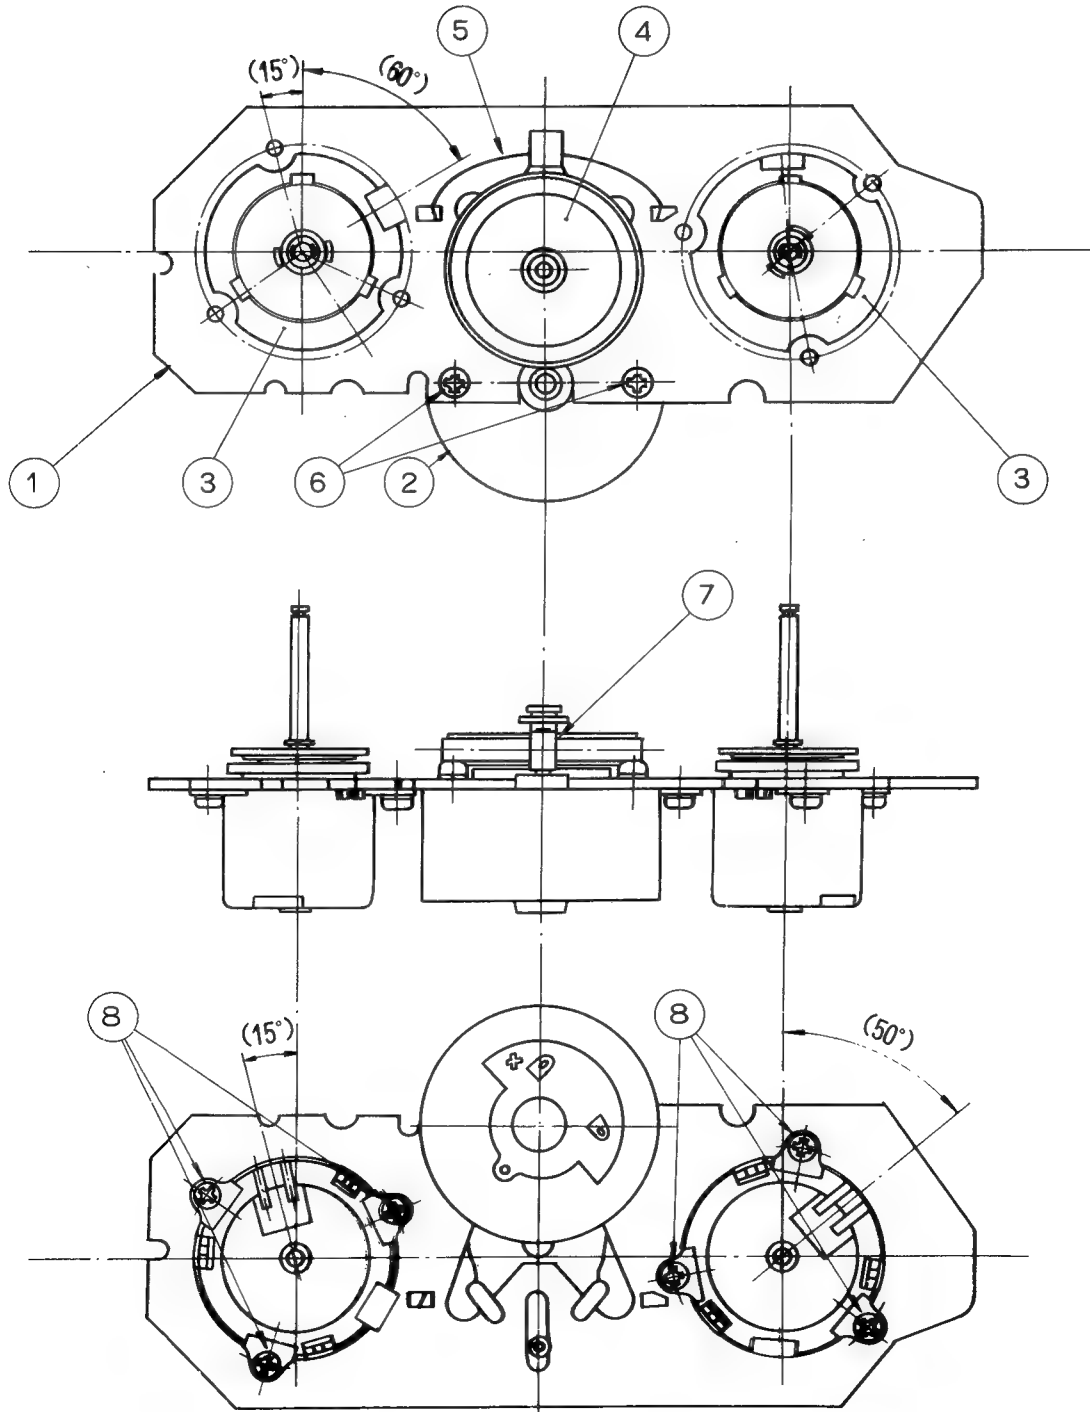

Abb. 7-33
- 1) Sicherstellen, daß die Spulenzwischenrolle (4) fest mit dem Spulenchassis (1) verbunden ist und daß die Spulenzwischenrollen-Einrückfeder (5) ordnungsgemäß in die Spulenzwischenrolle eingehakt ist.
- 2) Den Austauschmotor mit den zwei Schrauben XBPSD30P05J00 befestigen, wobei die Spulenmotor-Anschlußklemmen und der Feder-Einhakwinkel wie aus Abb. 7-33 ersichtlich angeordnet sein sollen. (Die Verwendung längerer Schrauben als der vorgeschriebenen führt zu Beschädigung des Motors.) Vorsichtig verfahren, um eine Beschädigung der Spulenmotor-Rillenscheibe (7) zu vermeiden.
- 2) Die Spulenzwischenrolle wie aus Abb. 7-33 ersichtlich, in die Mitte des Spulenchassis bewegen, daraufhin zieht man sie leicht in Richtung Spulenmotor, um sie zu entfernen.
- 1) Die Austauschbremse in der in Abb. 7-33 dargestellten Stellung einbauen und mit 3 Schrauben (XBPSD30P04J00) befestigen.